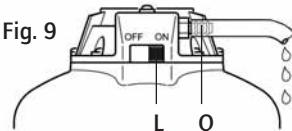

Fig. 9
- By-pass sur ON (Fig. 9-L), le DOSATRON fonctionne, il aspire, injecte et mélange le produit concentré dans l'eau au % choisi.
**ATTENTION !** Lorsque l'on passe de la position OFF à la position ON, il est normal qu'une petite quantité d'eau s'évacue par la queue cannelée Ø 3 [1/8"] (Fig. 9-Q).